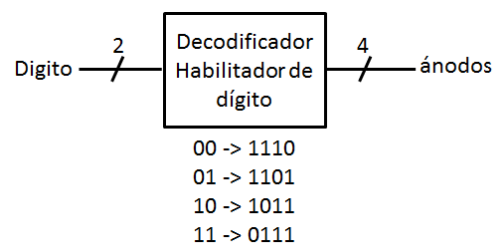

Figura 2: Bloque selector de dígito
- Diseñe un circuito combinacional que permita, a partir de dos bits de entrada, habilitar uno de los 4 dígitos del display a la vez como se muestra en la Figura 2. Realice una simulación.